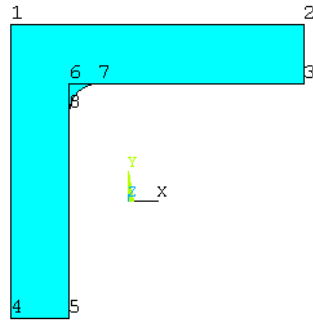

图9.13 倒角后的模型
(12) 单击 Main Menu>Preprocessor>Modeling>Create>Areas>Arbitrary>By Lines 菜单，选择倒角位置边线，单击【OK】按钮，把倒角填充成面，如图 9.13 所示。